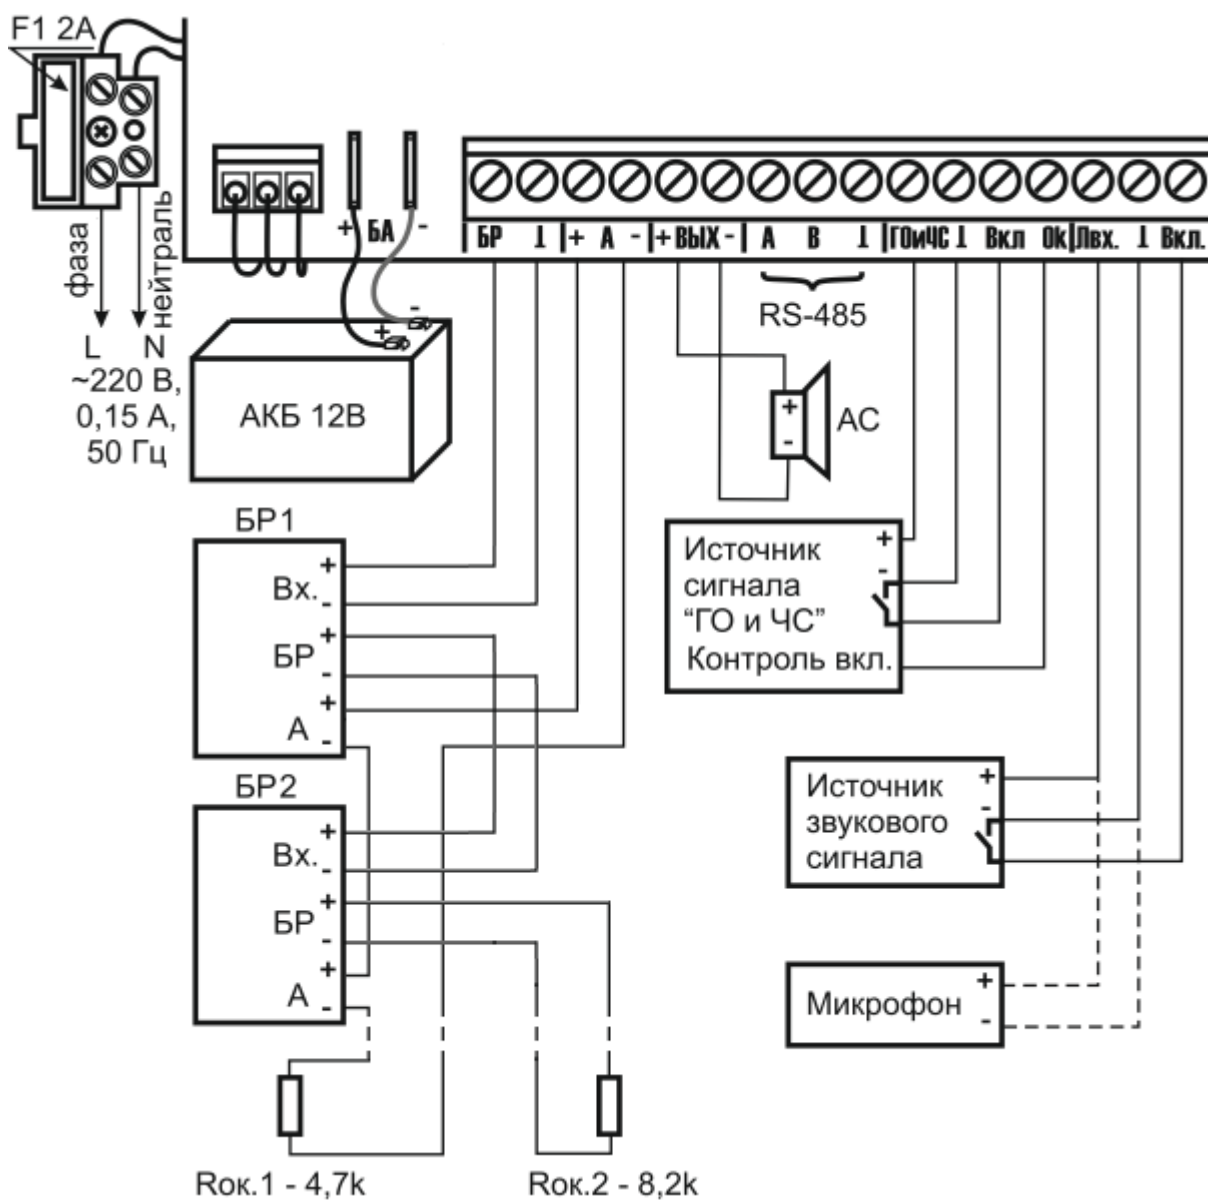

Рис. 2.2.4.4.1.
2.2.4.4 Подключить к клеммам блока внешние цепи (см. Рис.2.2.4.4.1).
2.2.5.1 К клеммам «А» и «В» подключить линию интерфейса RS-485 для работы с сетевым контроллером. Если блок не является первым или последним в линии интерфейса, удалить перемычку подключения оконечного резистора LC RS-485 (см. Рис. 2.2.4.4.1).
2.2.5.4 В случае использования блоков расширения необходимо подключить выход «БР» к входам данных блоков. В конце линии установить оконечный резистор 8,2 Ком. Далее соединить все входы «+ А -» блоков расширения последовательно и через оконечный резистор 4,7 КОм подключить их к входу контроля блоков расширения, как показано на Рис. 2.2.4.4.1.
Перед проверкой все входы и выходы блока должны быть подключены в соответствии со схемой на Рис. 2.2.4.4.1; аккумуляторная батарея установлена и подключена.